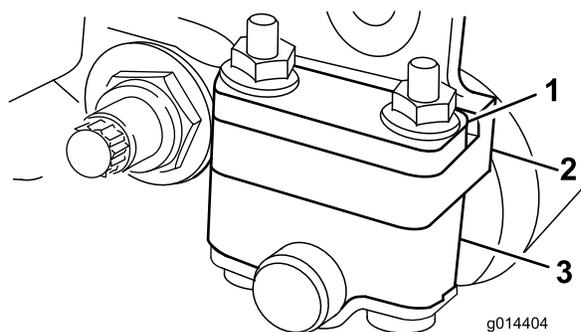
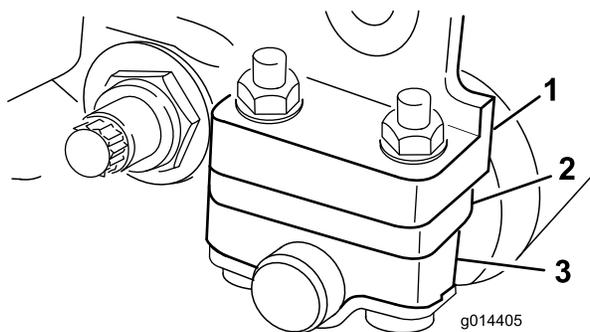

Figura 11
Figura 12
1. Regolate le staffe del rullo posteriore (Figura 11 o Figura 12) in posizione bassa o alta in funzione dell'intervallo in cui rientra l'altezza di taglio desiderata.
Collocate il distanziale sopra la flangia di montaggio della piastra laterale (impostazione di fabbrica) se l'altezza di taglio è compresa tra 1,6 mm e 6 mm (Figura 11).
Collocate il distanziale sotto la flangia di montaggio della piastra laterale se l'altezza di taglio è compresa tra 3 mm e 25,4 mm (Figura 12).